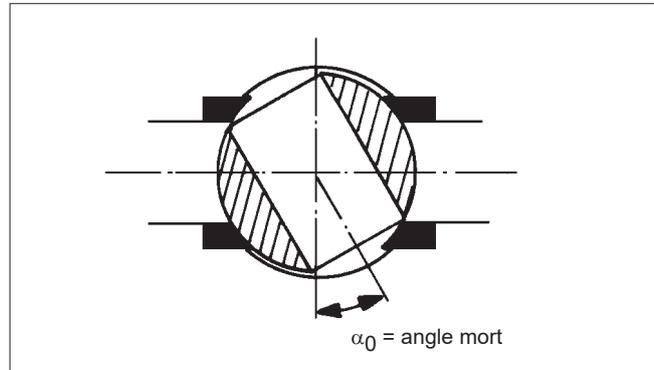

Fig. 13. Réglage du zéro et de l'amplitude
- Régler le signal d'entrée à la limite de fermeture de la vanne de façon que sa valeur soit supérieure ou inférieure de 2 %, c'est-à-dire 0,3 mA, à la valeur limite (exemple :  $4 + 0,3 = 4,3$  mA ou  $20 - 0,3 = 19,7$  mA). Desserrer l'écrou de réglage du zéro (61) avec un tournevis ou à la main de façon à amener doucement l'actionneur à la position de limite de fermeture. La vanne devrait s'entrebâiller avec un changement du signal de 4 % soit 0,6 mA (exemple :  $4 + 0,6 = 4,6$  mA, ou  $20 - 0,6 = 19,4$  mA). Voir Fig. 13.
- Visser l'indicateur (32) en place, la ligne jaune devant être parallèle à l'obturateur de la vanne. Serrer la vis (57).
Vérifier l'état des joints toriques (43 et 47) et du joint (45). L'extrémité du ressort à lames de la réglette doit se trouver sur le haut du tiroir de la vanne pilote (voir Fig. 13). S'assurer que l'extrémité de la réglette (5) s'insère dans la rainure du tiroir, sans le fléchir d'un côté ou de l'autre. Après avoir serré les écrous (49), manœuvrer la réglette à la main pour vérifier que la vanne pilote se déplace librement.